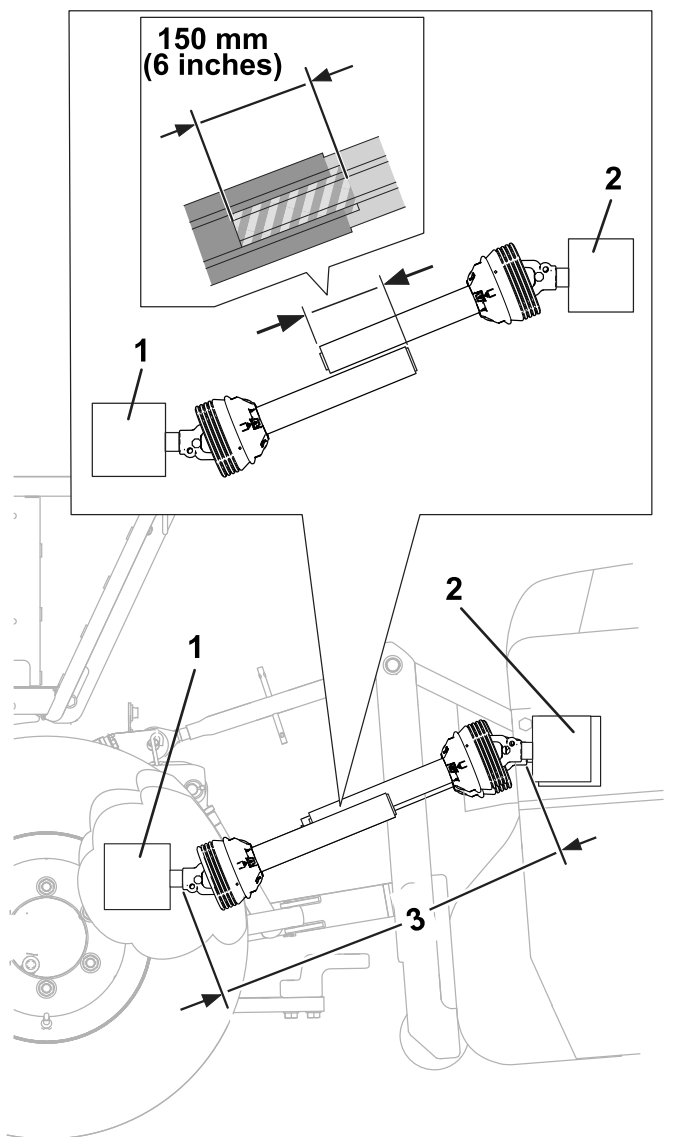

Figura 16
- 10. Eleve el apero hasta la posición en que el árbol de salida de la TDF de la unidad de tracción y el eje primario de la caja de engranajes están más distantes entre sí (Figura 16).
- 11. Sujete las secciones del árbol de transmisión en paralelo, y compruebe que se solapan 150 mm (6") o más (Figura 16).